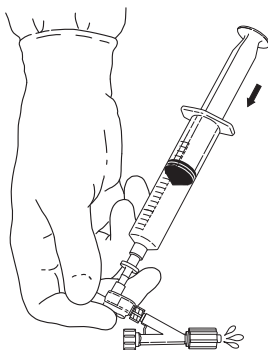

Fig. 3
5. Purgue o restante ar, colocando o polegar sobre o orifício de injeção. Irrigue lentamente a válvula de segurança unidireccional dupla e o adaptador Tuohy-Borst para remover as restantes bolhas de ar. (Fig. 3)